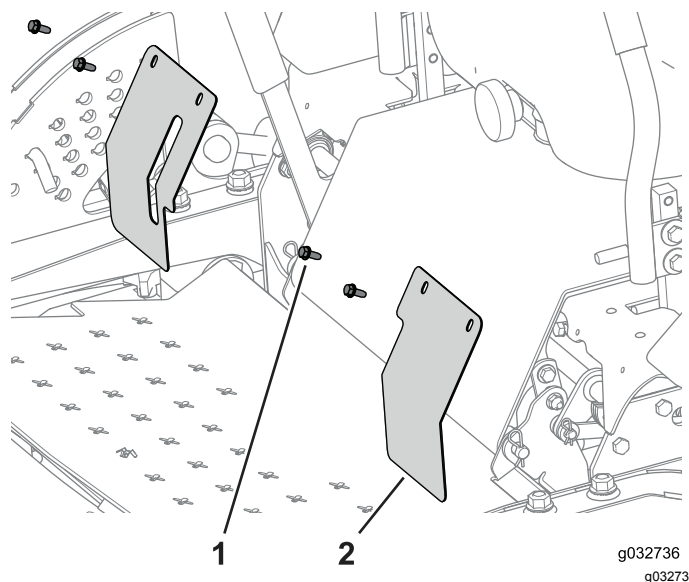

Bild 128
- Befestigen Sie die Abdeckplatten mit den Schrauben ($\frac{1}{4}'' \times \frac{5}{8}''$) an der Maschine (Bild 128).